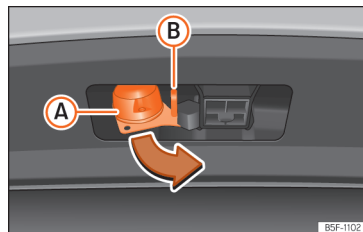

Fig. 276 Girare il connettore a 13 contatti
- Afferrare il connettore dalla parte (A) ed estrarlo nel senso della freccia »» fig. 276.
- Aprire il coperchio del connettore (A) e collegare il rimorchio »» fig. 276.
- Agganciare il cavo di fissaggio del rimorchio all'occhiello di sicurezza »» fig. 276 (B). Quando è agganciato, il cavo di fissaggio deve **flettersi** in base alle posizioni del rimorchio rispetto al veicolo (ad es. in curve pronunciate, retromarcia ecc.).